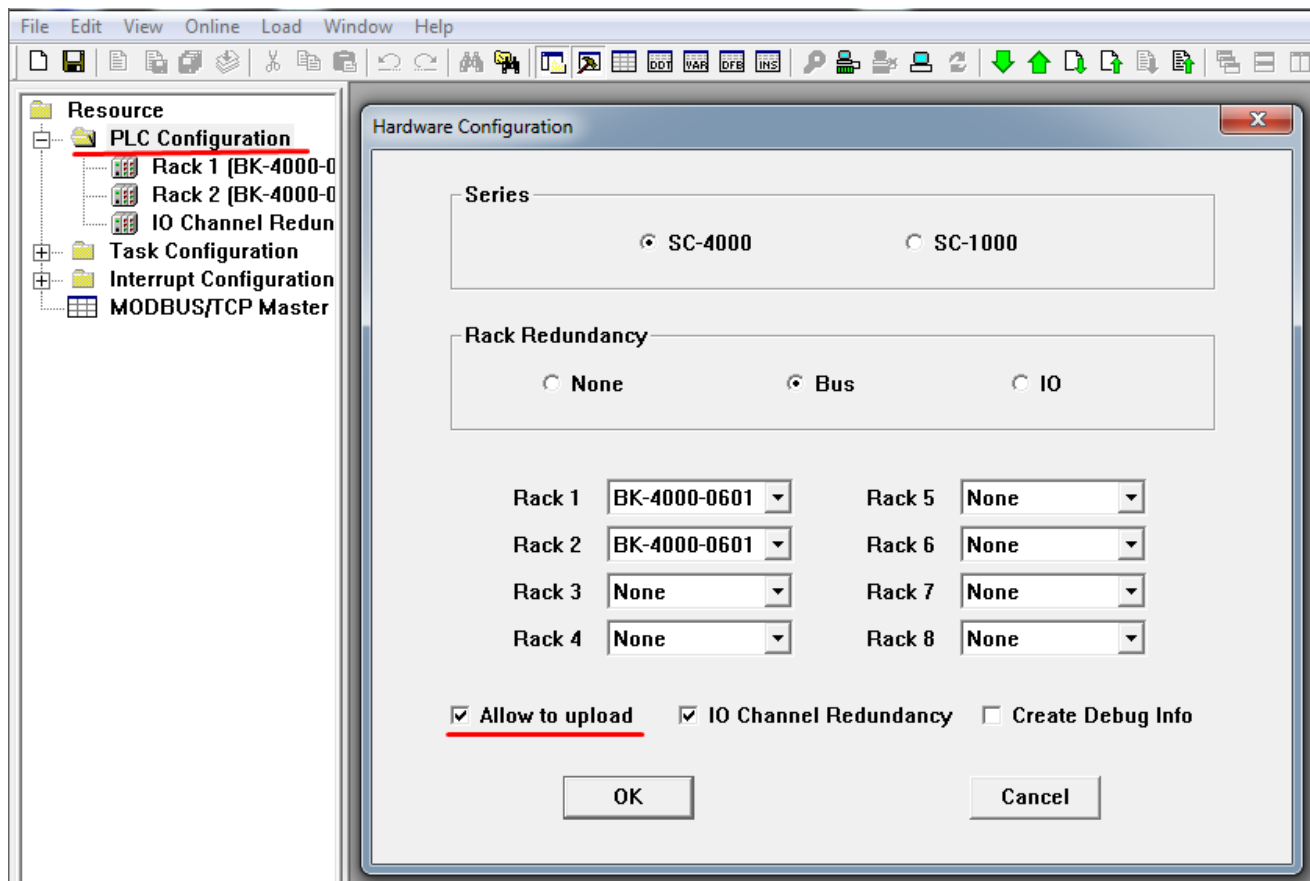

Рисунок 2.8 Разрешение на выгрузку проекта
**Примечание:** если " *Allow to upload*" не выбрано в окне *Hardware Configuration* меню "СКПро" "Resource" / "PLC configuration" при конфигурировании аппаратного обеспечения проекта (см. рисунок 2.8), то файл проекта и файл программы не будут выгружены, и будет отображено предупреждение "Project file upload failed!".